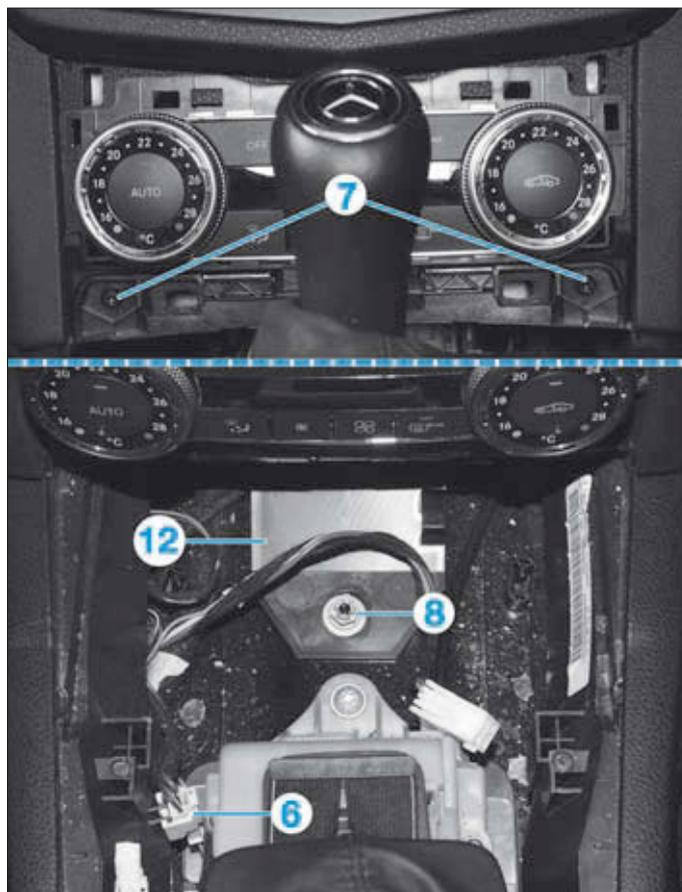

FIG. 4
- Débrancher le connecteur (6) (Fig.4).
- Déposer les vis (7) et l'écrou (8).
- Soulever la patte (12), débrancher les différents connecteurs si nécessaire puis extraire la console centrale de plancher vers l'arrière (Fig.4).